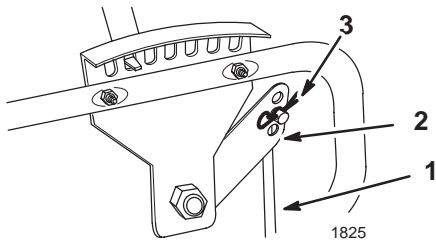

Bild 6
- Sichern Sie das untere Ende der Höheneinstellstange mit einem Splint am Höheneinstellgriff ab (Bild 6).